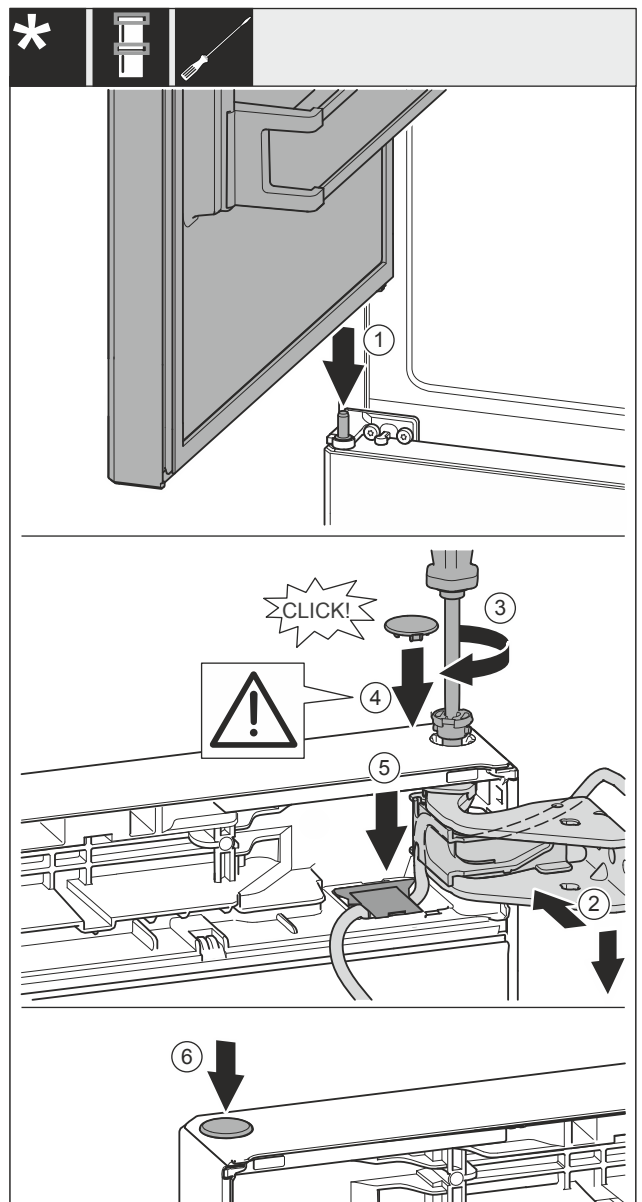

Fig. 55
- Placer la porte supérieure sur l'axe de palier central Fig. 55 (1).
- Aligner la porte en haut sur l'ouverture du support de palier Fig. 55 (2).
- Insérer l'axe Fig. 55 (3) et le serrer avec un tournevis.
- Installer le couvercle Fig. 55 (4).
- Vérifier que le couvercle Fig. 55 (4) repose bien sur la porte.
- Mettre le cache Fig. 55 (5) en place et le pousser vers le bas jusqu'à ce qu'il s'enclenche.
- Installer le couvercle Fig. 55 (6).